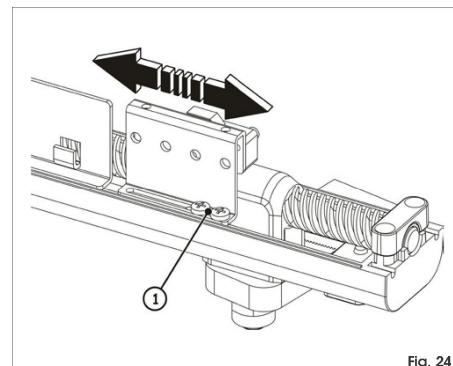

Fig. 24
2. Slăbiți șuruburile de fixare de capăt de cursă de reglat, Fig. 24 ref. 1.